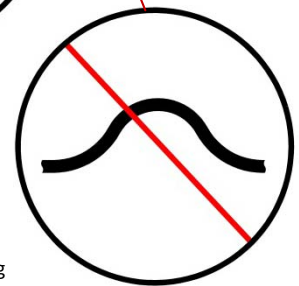

Abbildung 2B.
4. Heizungseinlass: Den Schlauch zwischen Heizungseinlass und der Position am Motor, an der Kühlmittel in den Motor ausgeführt wird, anschließen. Es darf keine Höhepunkte im Verlauf des Schlauchs geben. Siehe Abbildung 2B.